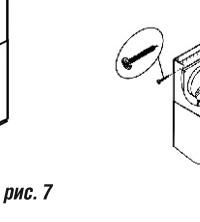

рис. 9
- выдвиньте верхнюю фальштрубу, оденьте ее на кронштейн (рис. 9) и закрепите самонарезающими винтами.